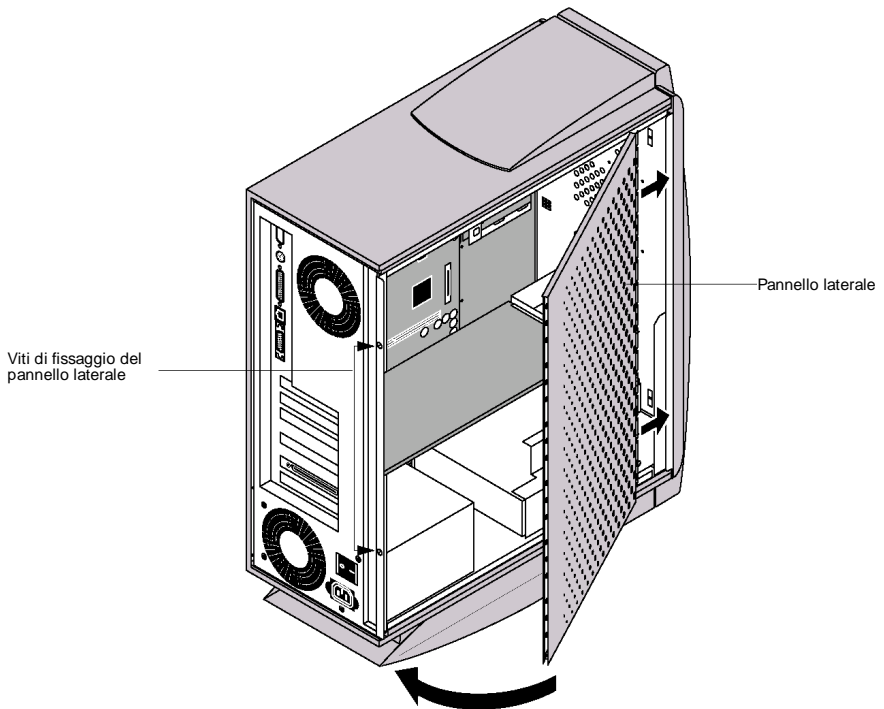

Figura 4-7 Installazione del pannello laterale
4. Appoggiare il pannello laterale sul ColorPASS/PS-ZX in modo che le scanalature sul bordo del pannello si inseriscano nelle aperture del telaio (vedere Figura 4-7).